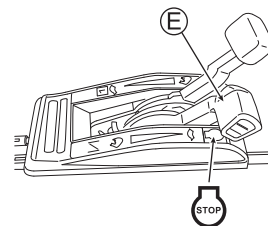

Fig. 14
2 Placez la Manette des gaz (E) sur "STOP". (Voir Fig. 14)